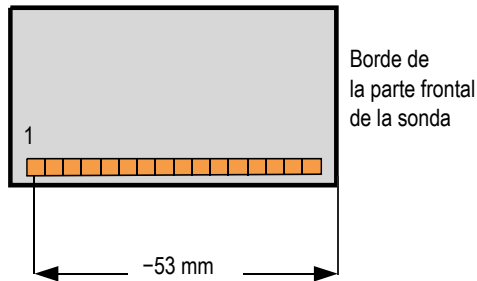

Figura 4-4 Medida del punto de referencia de la sonda
- a) En el botón del parámetro **Punto de ref.**, introduzca el punto de referencia de la sonda (distancia entre el frente de la sonda y el centro del primer elemento de la sonda). Véase la Figura 4-4 en la página 106.